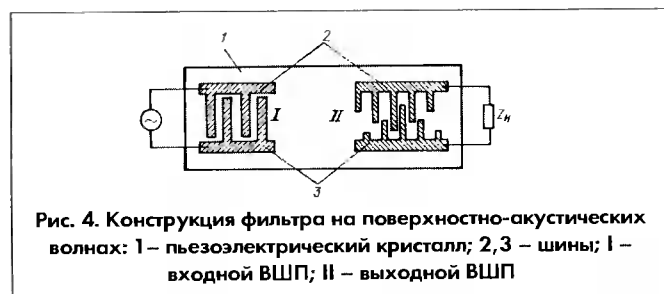

Рис. 4. Конструкция фильтра на поверхностно-акустических волнах: 1 – пьезоэлектрический кристалл; 2, 3 – шины; I – входной ВШП; II – выходной ВШП
Конструкция фильтра на поверхностно-акустических волнах приведена на **рис. 4**. ПАВ состоит из пьезоэлектрического кристалла 1, выполненного в виде прямоугольной тонкой пластины, на поверхности которой нанесены методом вакуумного напыления две системы электродов. В соответствии с выполняемой функцией и конфигурацией они носят название «встречно-штыревые преобразователи» (ВШП). ВШП представляют собой ряд встречно расположенных алюминиевых штырей, соединённых двумя шинами. Один из преобразователей – входной (I), а другой – выходной (II). Преобразователь I соединяется с источником сигнала, а преобразователь II – с нагрузкой.